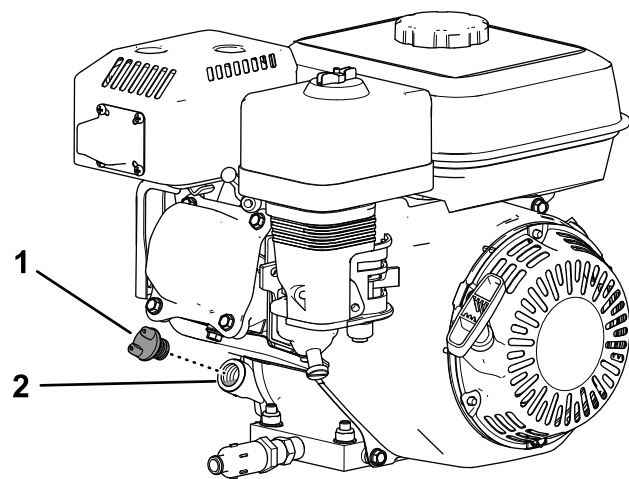

Figura 27
2. Limpie la zona alrededor del tapón de llenado de aceite (Figura 27).